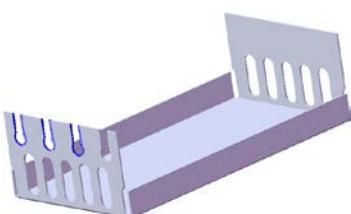
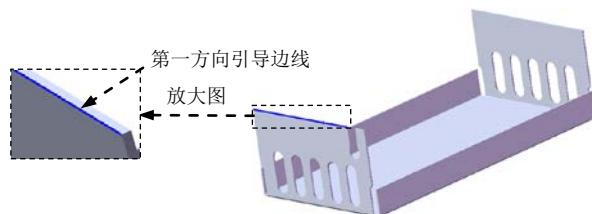

图 11.3.31 阵列（线性）2
图 11.3.32 选取阵列引导边线
(3) 定义切除深度属性。在“切除一拉伸”对话框**方向1**区域的下拉列表中选择**给定深度**选项，选中**与厚度相等(L)**复选框与**正交切除(N)**复选框。其他选择默认设置值。
(4) 单击 \checkmark 按钮，完成切除一拉伸3的创建。
Step11. 创建图 11.3.31 所示的阵列（线性）2。
(1) 选择下拉菜单**插入(I)** \rightarrow **阵列/镜向(E)** \rightarrow **线性阵列(L)…**命令，系统弹出“线性阵列”对话框。
(2) 定义阵列源特征。单击**要阵列的特征(F)**区域中的文本框，选取切除一拉伸3作为阵列的源特征。
(3) 定义阵列参数。
① 定义方向1的阵列引导边线。选择图 11.3.32 所示的边线为第一方向引导边线。
② 定义方向1的参数。在**方向1**区域的**1#**文本框中输入数值 11.0；在**2#**文本框中输入数值 4。
(4) 单击 \checkmark 按钮，完成阵列（线性）2的创建。